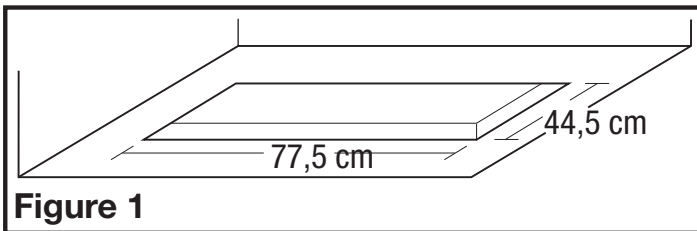

Figure 1
1. Découpez un trou de 77,5 cm de large sur 44,5 cm de profond dans l'armoire ou le couvert dans lequel sera monté l'unité (**Figure 1**):